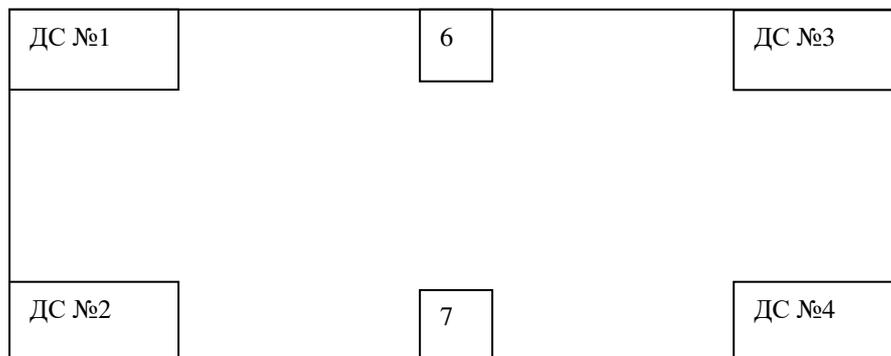

Рис.10.1
9.2 Встать на угол платформы с датчиком №1(2) (рис.10.1) и запомнить показания.